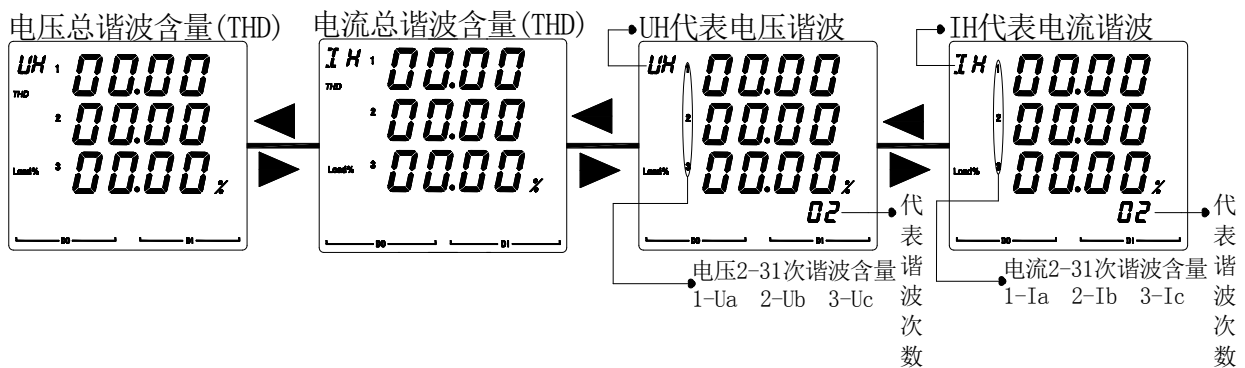

图 20
5.2.5 查看 AMC72L/96L 仪表的谐波参数步骤如图 20 所示